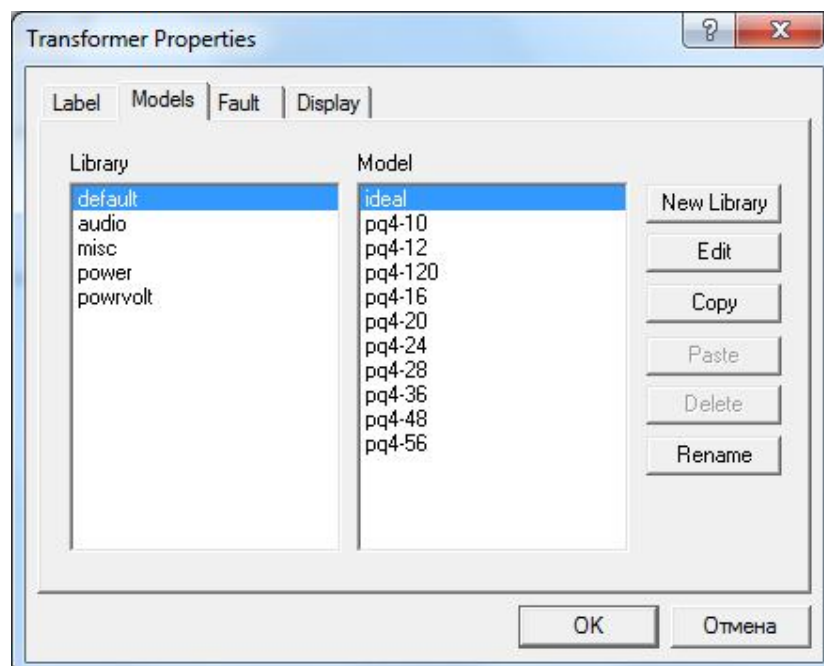

Рисунок 4.15 – Вибір режиму роботи трансформатора
3. Обрати тип трансформатора, який використовується (рис. 4.15).